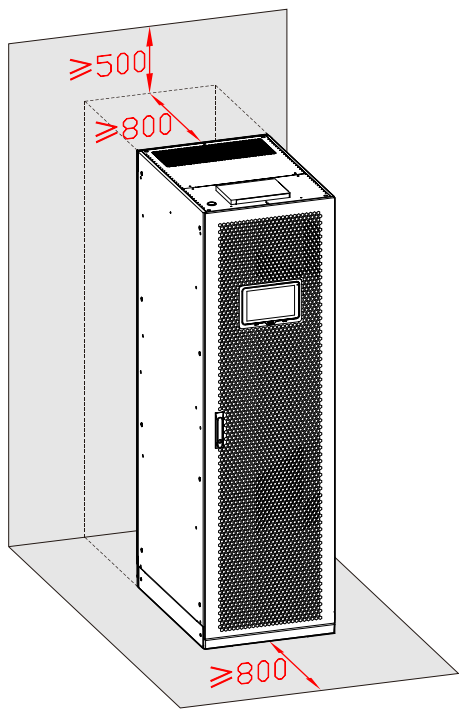

图3-2 安装间距要求(mm)
- S³ 锂电产品的前、后面板与墙壁或顶部与天花板保持适当的间距，以保证通风散热，如图 3-2 所示。
当多台电池系统并柜使用时，并柜后的整体设备与前部或后部的距离应满足图 3-2 中的间距要求。